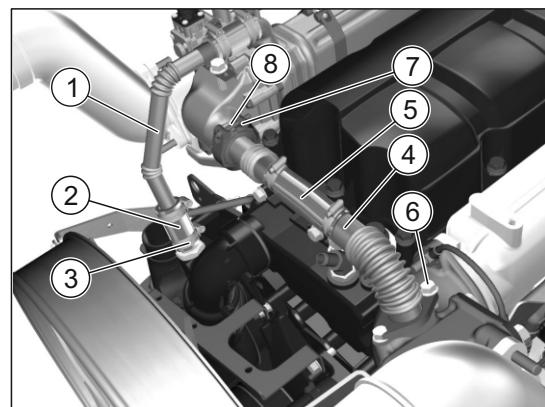

Рис.15. Снятие трубы рециркуляции.
- Снять трубку (1) подвода охлаждающей жидкости к охладителю EGR вместе с рукавами (2), ослабив 4 хомута (3).
- Снять трубку (4) рециркуляции вместе с рукавом (5), отвернув 2 болта (6) и ослабив хомут (7). Снять прокладку (8) между дифференциальным клапаном EGR и трубкой рециркуляции (см. Рис. 15).
**Прокладка (8) одноразового использования!**